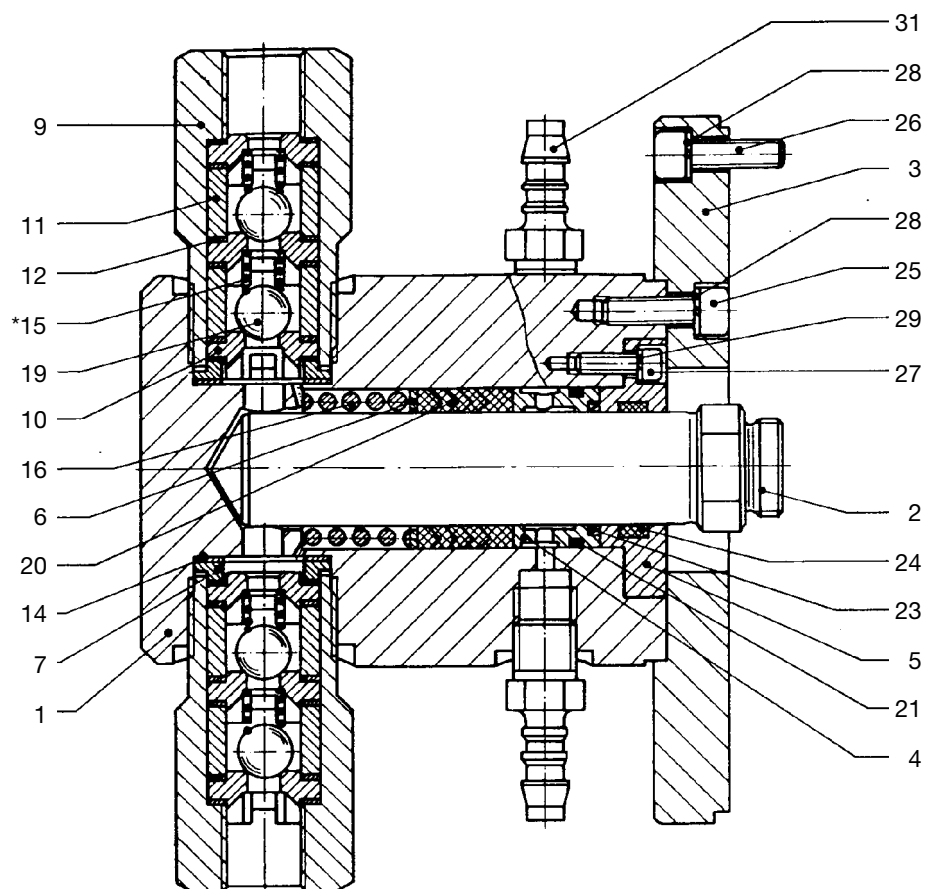

Fig. 9
- ▶ (le cas échéant : débranchez les tuyaux de rinçage des douilles (31))
- ▶ débloquez les contre-écrous sur la bielle et séparez le piston (2) de la bielle (voir fig. 9).